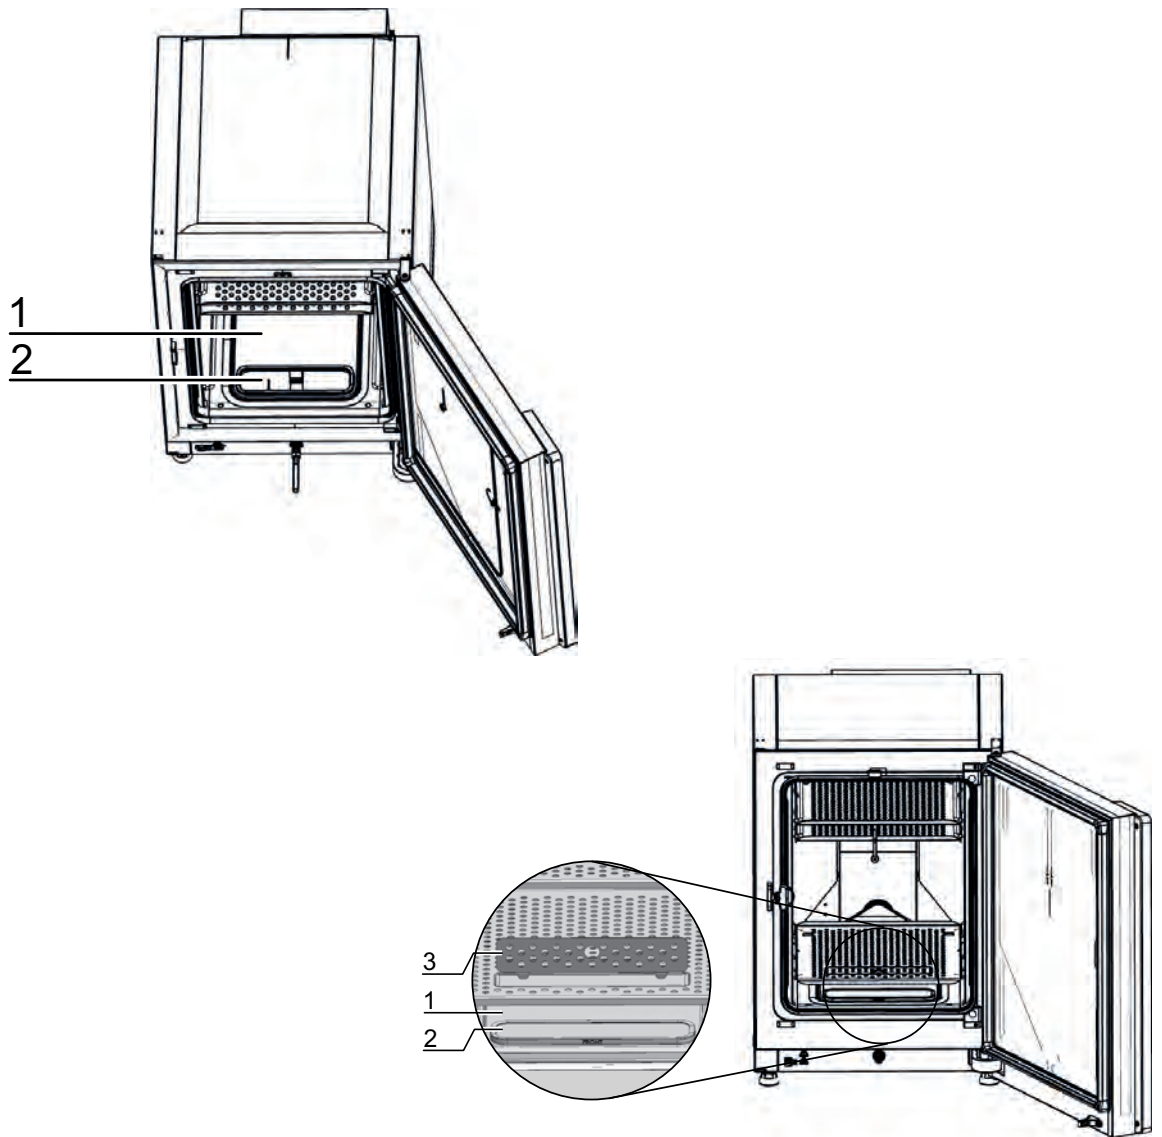

図 5-1. 貯水槽
2. プレフィルタ（図 5-1、2）を取り出します。
3. インサートプレートを切り込み（Vios iDx 165）で開きます：フラップを開けます（図 5-1、3）。一体型インサート（Vios iDx 255）：充填に使用する容器に十分なスペースがない場合は、下部のインサートプレートを取り外すか、オートクレーブで滅菌した、または70%エタノールで処理した漏斗とチューブを使用します。
4. 滅菌蒸留水をベースパン（作業空間 図 5-1）のカバー位置1の下）に注ぎます
8. プレフィルタ (図 5-1、2) を再度設置します。